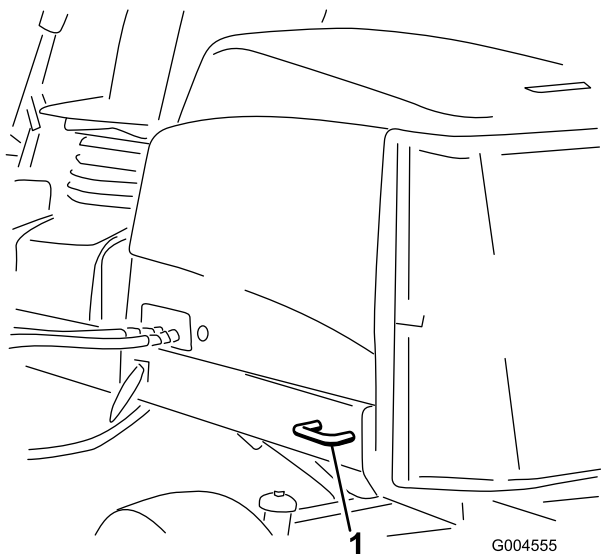

Figura 39
- Traseira – cada lado da máquina na estrutura traseira (Figura 39).